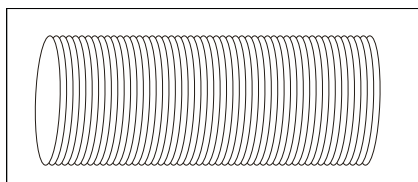

Fig. 3
1. Sortez le tuyau de l'emballage. (Fig. 3).